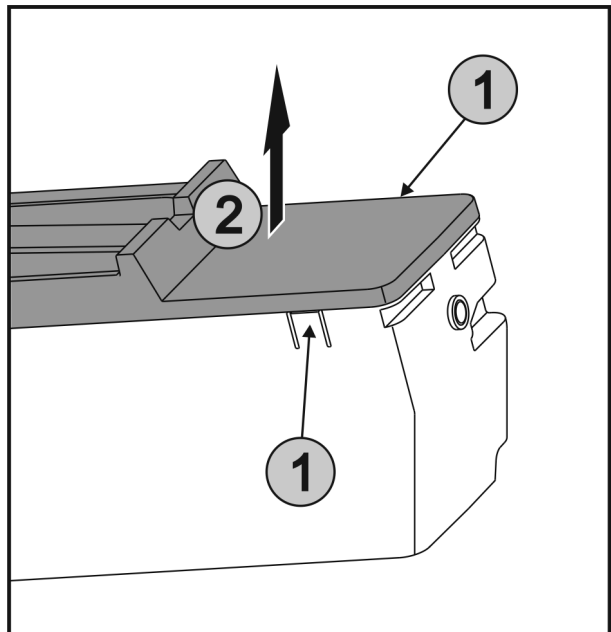

Fig. 52
- ▶ Laschen Fig. 52 (1) an den beiden Seiten von EasyTwist-Ice gleichzeitig drücken und die Abdeckung Fig. 52 (2) nach oben entnehmen.